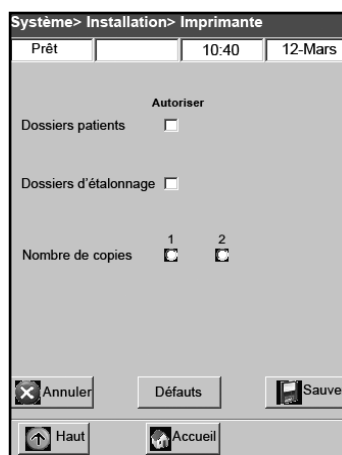

Figure H-5 : Écran "Système > Configuration > Imprimante"
4. Sur l'écran "Imprimante" (Figure H-5) :